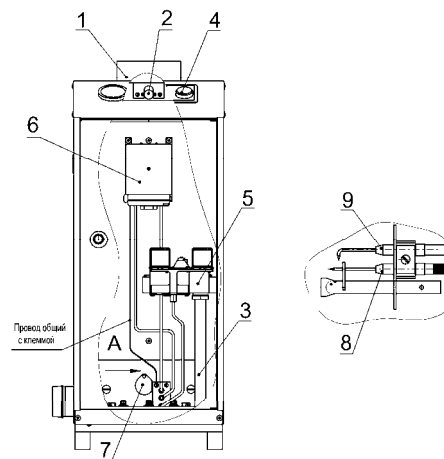
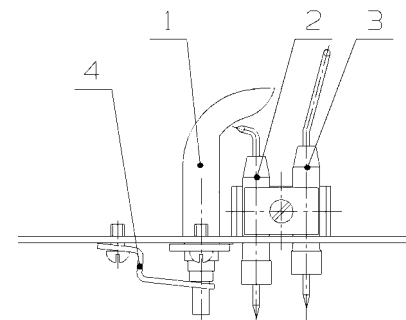

Рис.1 Рекомендуемая схема установки автоматики САБК-Э на газоиспользующую установку (котёл)
Рис. 2 Вариант вертикального расположения блока запальной горелки
5.1 Автоматика САБК представляет собой устройство (см. рис. 1), состоящее из блока клапанов, блока управления (Б1), силового блока (Б2), блока питания (Б4) на 3 В, запальной горелки, датчиков безопасности и газогорелочного устройства.
5.2 Рекомендуемая схема установки автоматики модели САБК-Э на газоиспользующую установку (котёл) представлена на рис.1. Вариант вертикального расположения блока запальной горелки с электродами розжига и контроля представлен на рис. 2.
#### 5.5 Работа блока управления и силового блока (см. рис. 1; 3; 5).
Наличие пламени запальника контролируется ионизационным электродом (поз.8 рис.1, или поз.3 рис.2). Способ контроля использует надежный «диодный» эффект пламени.
6.2 Монтаж газогорелочного устройства (ГГУ), см. рис. 1:
- на панели ГГУ установить блок запальника (см. рис.1, выносной элемент А (или вариант по рис.2)) и закрепить винтами М4,
6.3 Монтаж блока клапанов (см. рис.1; 4):
- удалить транспортную заглушку на выходном штуцере G 1/2-В блока клапанов (5);